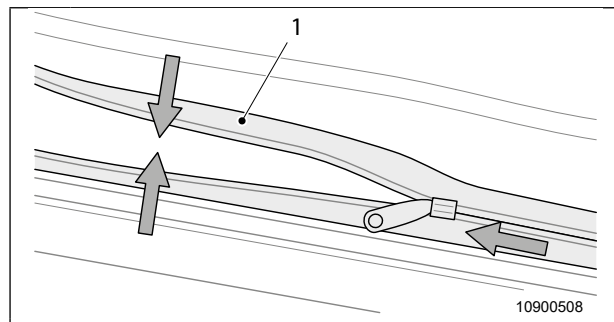

Bild 41 Blixtlås
Se till att blixtlåsen inte är spända när de stängs (Bild 41, pos. 1). Dra sovtaket mot blixtlåset för att göra det.